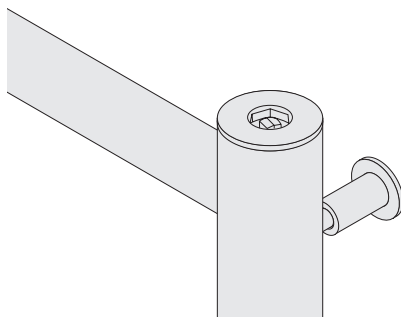

Рис.25
6.1.5. После подключения к системе рекомендуется произвести выпуск воздуха из полости полотенцесушителя через спускной клапан (**рис. 25**), отвернув винт клапана вращением против часовой стрелки. После выхода воздуха, заверните винт до упора по часовой стрелке и зафиксируйте его.